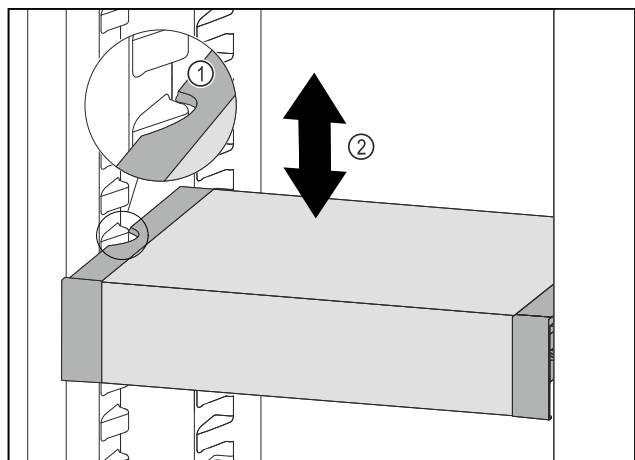

Fig. 104
- ▶ Потягнути VarioSafe вперед, поки бокові заглиблення VarioSafe не опиняться на рівні ребра для резервуара в охолоджувальному відділенні. Fig. 104 (1)
- ▶ Пересувайте VarioSafe вгору або вниз в охолоджувальному відділенні до тих пір, поки не досягнете бажаної висоти. Fig. 104 (2)